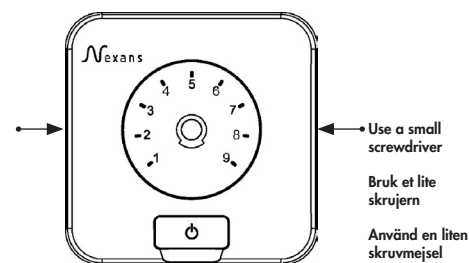

Fig. 2: Detaching the frame and front cover/ Fig. 2: Fjerning av frontdekselet og ramme/ Bild 2: Avlåsning av frontkåpa og ram
- Open the thermostat by removing the front cover and the frame. Use a small screwdriver (fig. 2).
- Åpne termostaten ved å ta av frontdekselet og rammen. Bruk en liten skrutrekker (fig. 2).
- Öppna termostaten genom att ta av frontkåpan. Använd en liten skruvmejsel (bild 2).